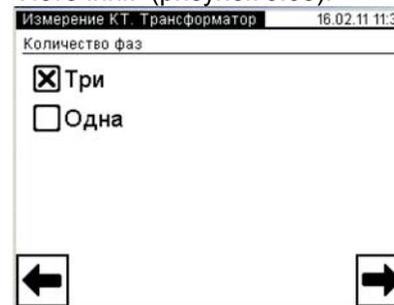

Рисунок 6.64
кнопку . На экране откроется окно "Измерение КТ. Трансформатор" (рисунок 6.64).
6) Перейти в окно "Измерение КТ. Источник", для чего нажать на кнопку  (рисунок 6.64).